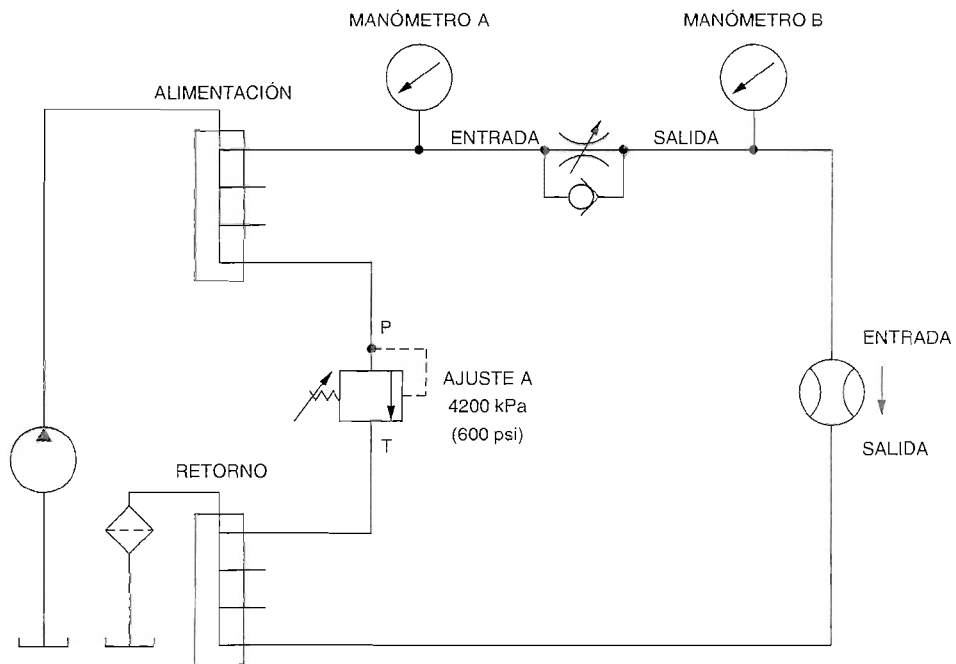

Figura 2-40. Circuito para medir la potencia de salida y potencia disipada de la bomba.
- 18. Conecte el circuito mostrado en la Figura 2-40.